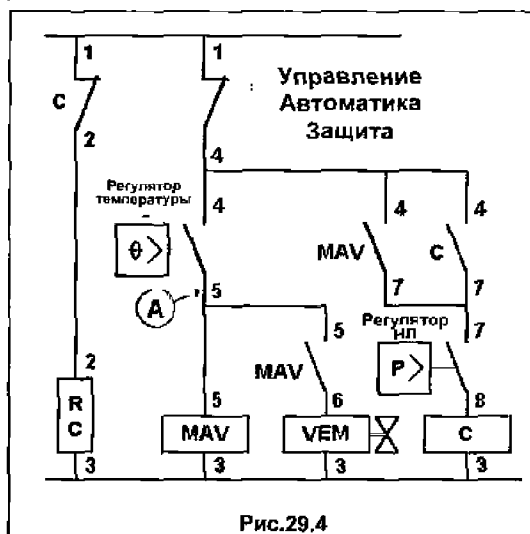

Рис.29.4
Принципиальная схема этого процесса, называемого по-английски «single pump down control» представлена на рис.29.4.
У схемы, представленной на рис. 29.4, в случае непредвиденного падения давления во всасывающей магистрали имеется один недостаток. Представим, например, что в одном из резьбовых соединений холодильного контура имеется негерметичность, приводящая к утечкам хладагента, в то время как компрессор работает нормально.
**Задание:** Найдите возможность улучшения схемы рис.29.4, включив в нее предохранительный прессостат НД, который останавливал бы компрессор в случае аномальных значений давления всасывания в процессе функционирования установки с сохранением всех преимуществ одномоментного вакуумирования (в частности, запуски и отключения компрессора должны по-прежнему производиться по команде управляющего прессостата НД).